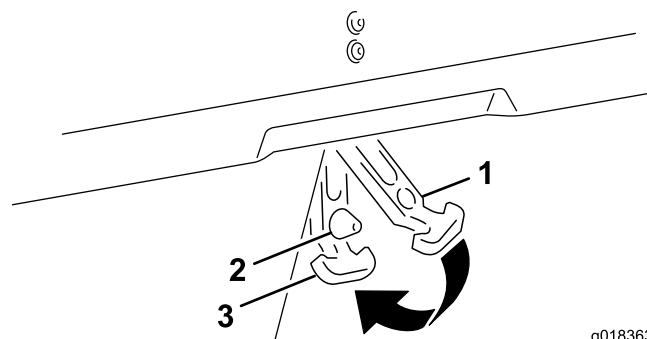

Figura 19
6. Allineate il foro sul fermo del cofano con l'asta di fissaggio del cofano. (Figura 19).
7. Spingete il fermo del cofano in avanti fino a quando l'estremità dell'asta del cofano non è passata attraverso il fermo, come illustrato in Figura 19.